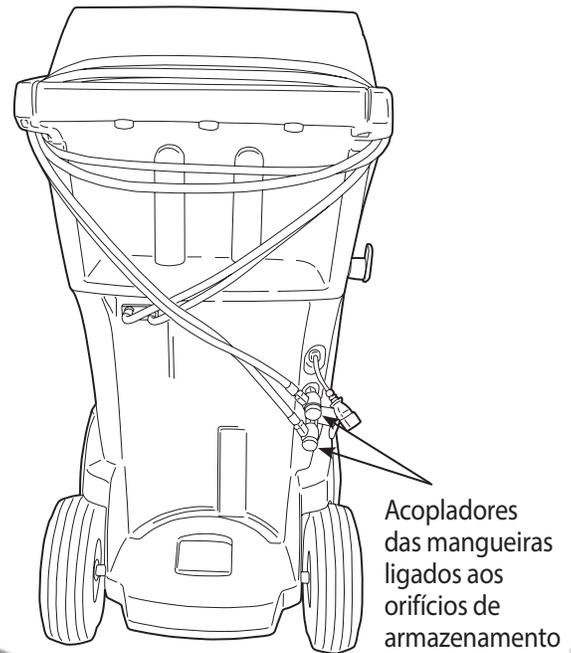

Figura 16
2. Enrole as mangueiras de serviço à volta da pega duas vezes e fixe-as aos orifícios de armazenamento. Ver Figura 16.